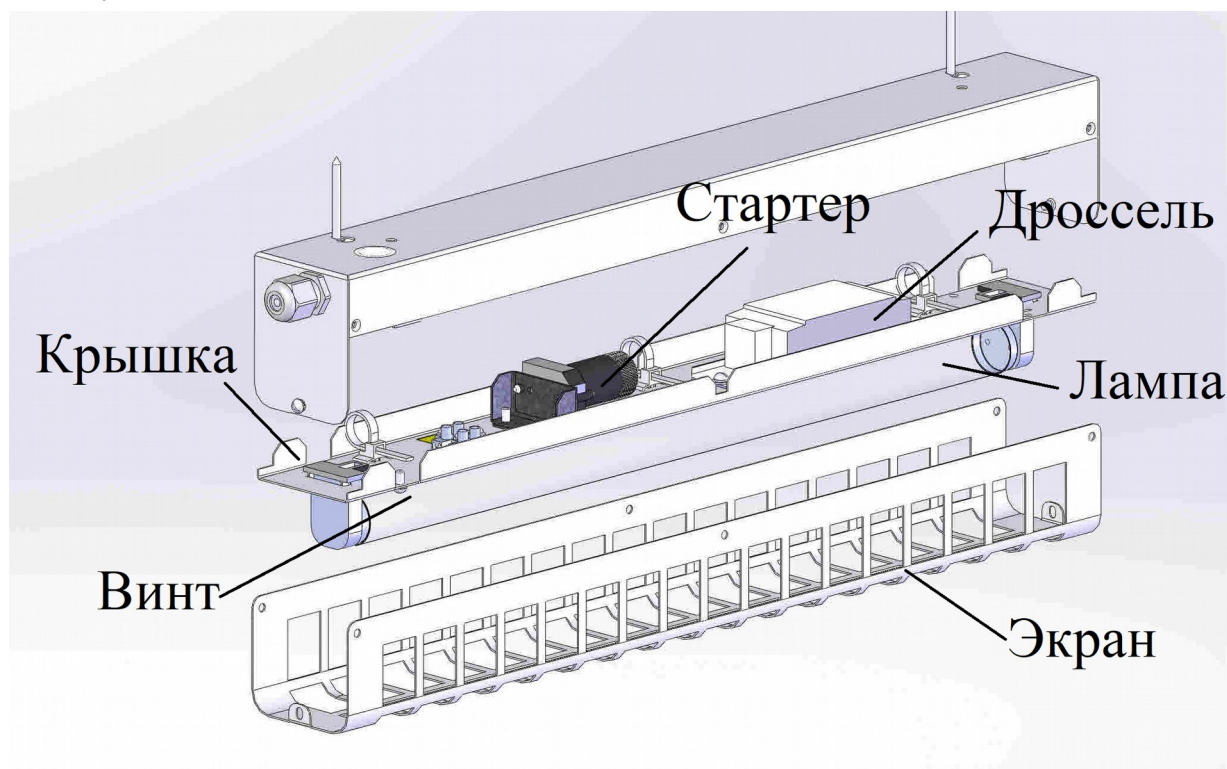

Рис.2
6.8 Замена лампы и стартера (Рис. 2). Модель лампы указана в табл. 1. Допускается использование ламп с аналогичными характеристиками.
- При необходимости замены стартера или дросселя дополнительно отвернуть винты крепления щитка, снять щиток и заменить стартер (Рис.2).